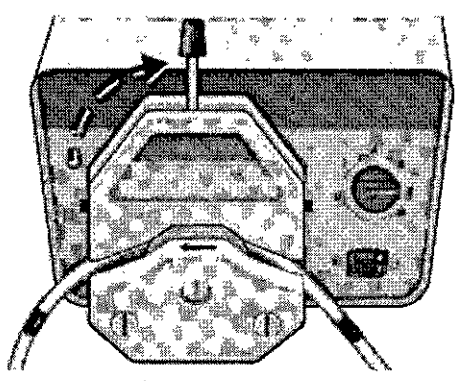
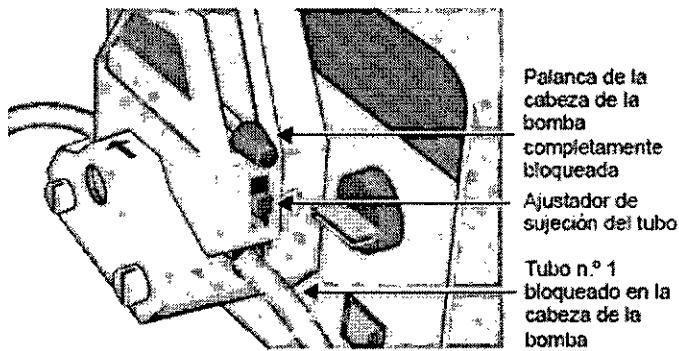
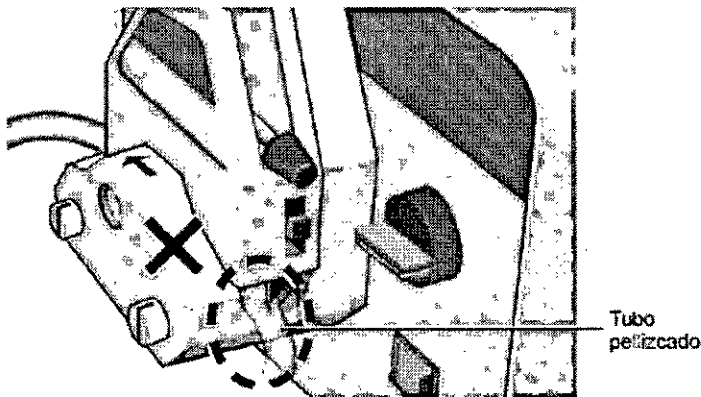

Fig 13. Bloqueo de la palanca de la cabeza de la bomba
Fig 14. Palanca de la cabeza de la bomba en la posición de bloqueo completo
Fig 15. Ejemplo de posición incorrecta con el tubo pellizcado
12. Mueva la palanca de la cabeza de la bomba en el sentido de las agujas del reloj hasta la posición de bloqueo completo (Fig. 13 y Fig. 14).
Una vez haya finalizado, asegúrese de que el tubo esté firmemente sujeto (Fig. 14), pero no pellizcado ni alineado incorrectamente (tal y como muestra el ejemplo de la Fig. 15).
IMPORTANTE: Las sujeciones de los tubos no suelen necesitar reajustes al cambiar el tubo, por lo que no es necesario mover los reguladores de sujeción de los tubos hacia *arriba* o hacia *abajo*. Los reguladores deberían permanecer en su sitio, a medio camino desde la parte superior (Fig. 14).